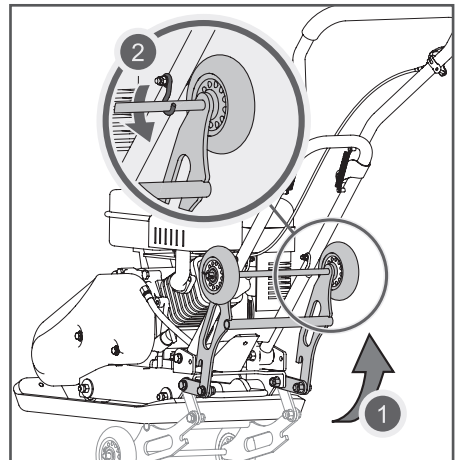

Рис. 7 Установка транспортировочной тележки в рабочее положение
2. Установите транспортировочную тележку в нерабочее положение. Поднимите её вверх (шаг 1 на Рис. 7) и зацепите за крючки (шаг 2 на Рис. 7).